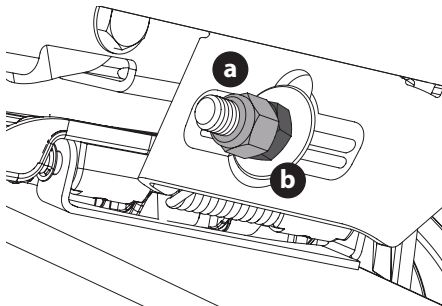

Figure 36
5. Pour **relever** l'avant du plateau, retirez le capuchon, desserrez le contre-écrou supérieur (a), puis serrez l'écrou inférieur (b) (dans le sens horaire) (Figure 36). Après avoir effectué le réglage, serrez le contre-écrou supérieur (a) et remplacez le capuchon.
6. Pour **abaisser** l'avant du plateau de coupe, retirez le capuchon, desserrez le contre-écrou supérieur (a), puis desserrez l'écrou inférieur (b) (dans le sens anti-horaire) (Figure 36). Après avoir effectué le réglage, serrez le contre-écrou supérieur (a) à couple de 77 N m (57 pi-lb) et remplacez le capuchon.